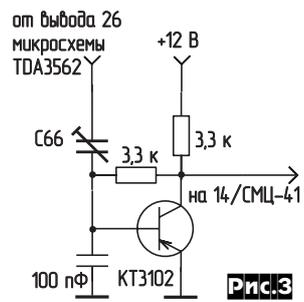

Рис. 3
Для подачи на СМЦ-41 стробирующего импульса необходимо подпаять вывод 8 СМЦ-41 к выводу 7 микросхемы TDA3562, для подачи напряжения питания - подпаять вывод 5 СМЦ-41 к выводу 1 микросхемы TDA3562 или к выводу 15 разъема ST3250. Некоторые сложности вызывает подключение сигнала 8,86 МГц на вывод 14 СМЦ-41. Чтобы отбирать этот сигнал от задающего генератора микросхемы TDA3562, необходимо отпаять земляной вывод конденсатора С66, в разрыв цепи включить конденсатор емкостью 100 пФ и собрать (навесным монтажом) схему рис. 3. Следует также соединить земляные (общие) дорожки плат. Если сделать эти соединения жестким проводом, то упрощается крепление СМЦ-41 на плате цветности и яркости телевизора TELEFUNKEN PALCOLOR 520. Дополнительной настройки аппарата ни в системе PAL, ни в системе SECAM не потребовалось. В результате переделки телевизор стал четырехсистемным: PAL/SECAM, BG/DK.
**рис. 3** приведена структурная схема узла преобразования температуры датчика DS18B20.